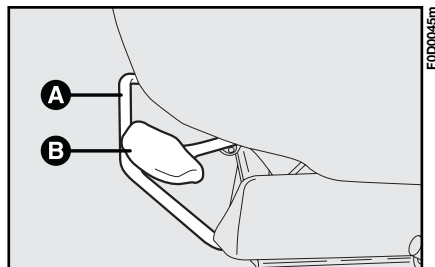
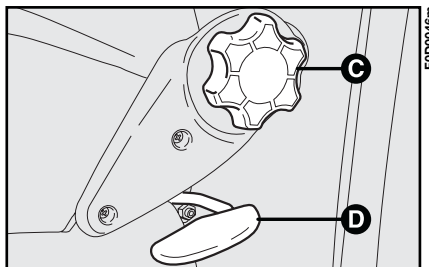

Abb. 46
Abb. 47
Den Hebel **A**, **Abb. 46** hochziehen und den Sitz nach vorn oder zurück schieben.
**Zur Höhenverstellung des Sitzes nach oben:** sich darauf setzen und den Hebel **B**, **Abb. 46** (für den vorderen Sitzteil) bzw. den Hebel **D**, **Abb. 47** (für den hinteren Sitzteil) nach oben ziehen, wobei das Körpergewicht auf dem in der Höhe zu verstellenden Sitzteil liegen soll.
Den Drehknopf **C**, **Abb. 47** drehen.